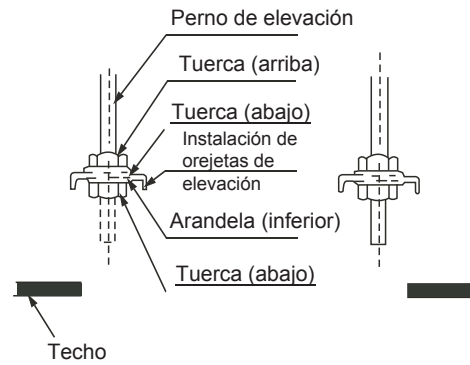
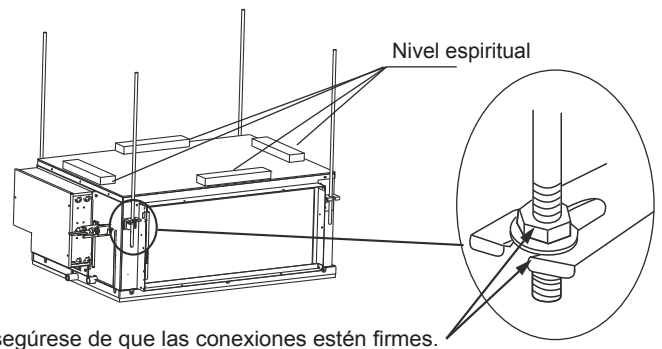

Figura 3.5
Figura 3.6
(1) Al montar las orejetas de elevación de la unidad interior en los pernos de elevación, introduzca las arandelas de los pernos de elevación en los orificios alargados de las orejetas de elevación. Las tuercas superior e inferior y las arandelas se muestran en la Figura 3.5.
(2) Ajuste la altura de la unidad interior.
(3) Use un nivel de burbuja para verificar que el cuerpo de la unidad esté nivelado (haciendo que el cuerpo de la unidad se incline hacia abajo hacia el lado de drenaje), como se muestra en la Figura 3.6.